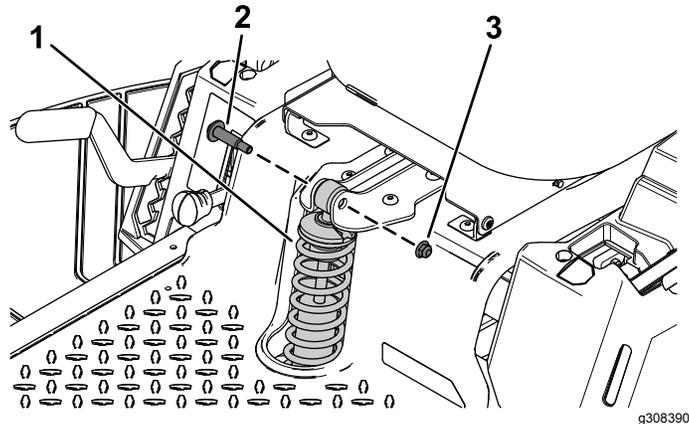

Figura 1
2. Retire los 2 pernos de cuello largo y las 2 contratuercas ( $\frac{3}{8}$ " ) que sujetan el muelle delantero existente (Figura 1).
3. Retire el muelle delantero existente (Figura 1).
Instale el muelle nuevo usando los 2 pernos de cuello largo y las 2 contratuercas ( $\frac{3}{8}$ " ) que retiró anteriormente, como se muestra en la Figura 1.